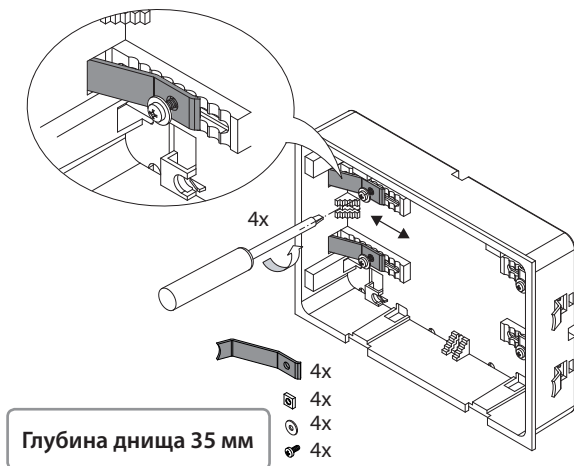

Рис. 9
1. Ослабьте отверткой 4 фиксирующих шурупа на металлических ползках (рис. 9)